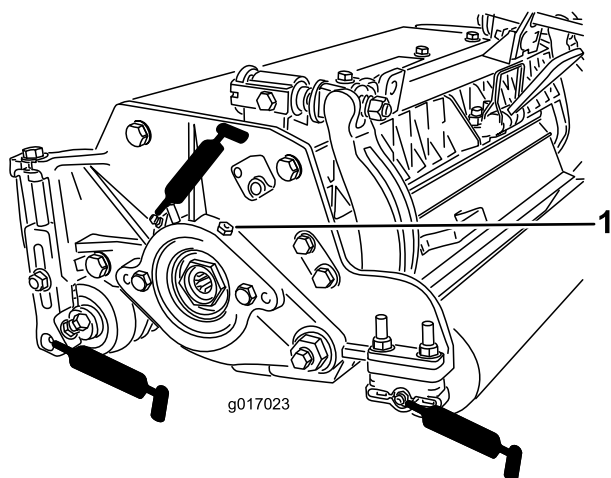

Figure 23
Chaque plateau de coupe comporte (6) graisseurs (Figure 23) qu'il faut lubrifier régulièrement avec de la graisse universelle au lithium n° 2.